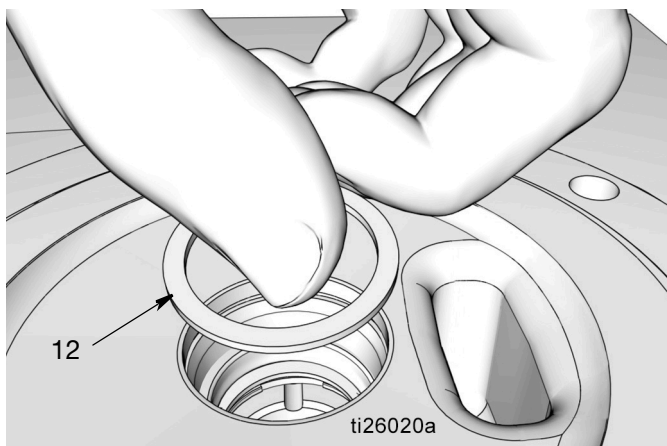

FIG. 34
- e. Monter l'entretoise (12) (FIG. 34).